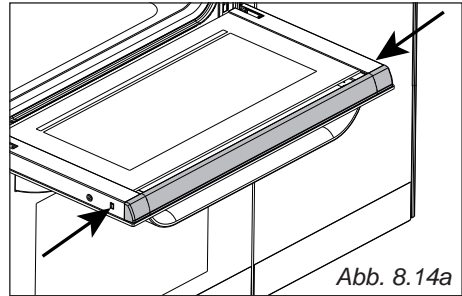
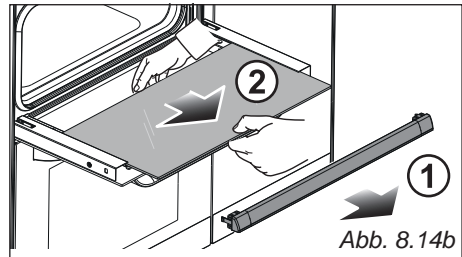

Abb. 8.14a
Abb. 8.14b
- Drücken Sie die Laschen auf den Seiten der Glashalterung an der Oberseite der Ofentür (Pfeile in Abb. 8.14a), entfernen Sie die Halterung danach vorsichtig (Pfeil 1 in Abb. 8.14b).
- Ziehen Sie vorsichtig die innere Glasscheibe heraus (Pfeil 2 in Abb. 8.14b).